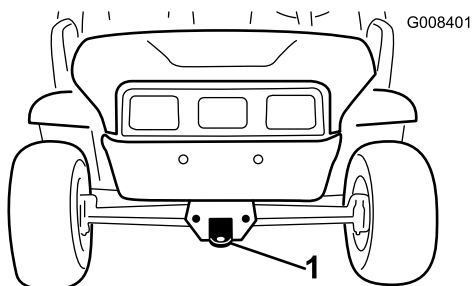
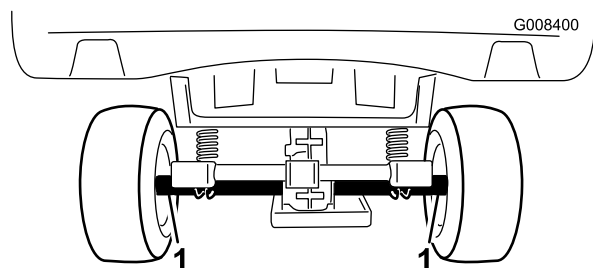

図 19
図 20
長距離を運ぶ場合にはトレーラを使用してください。必ず確実に固定して輸送してください。ロープ掛けのポイントについては図19と図20を参照してください。
2. 機体前部にある牽引トングにロープなどの牽引索を取り付ける 図 19。